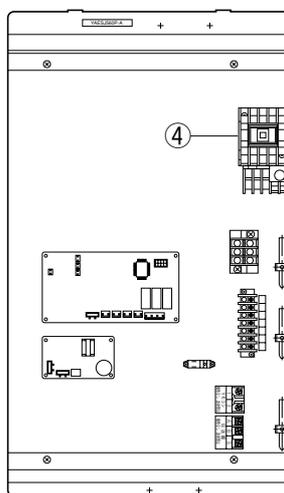

図2
- 5) 制御箱内の電磁開閉器④を交換してください。この際、リード線締付ネジにゆるみがないよう充分注意してください。(図2)
- 6) 電磁開閉器④の取付ネジは標準品のネジを流用してください。